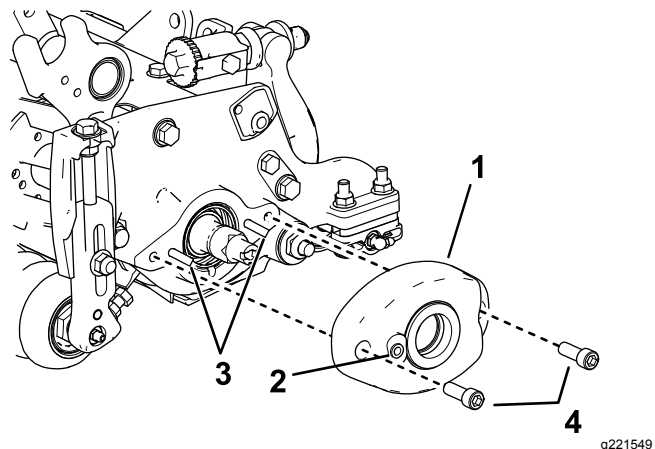
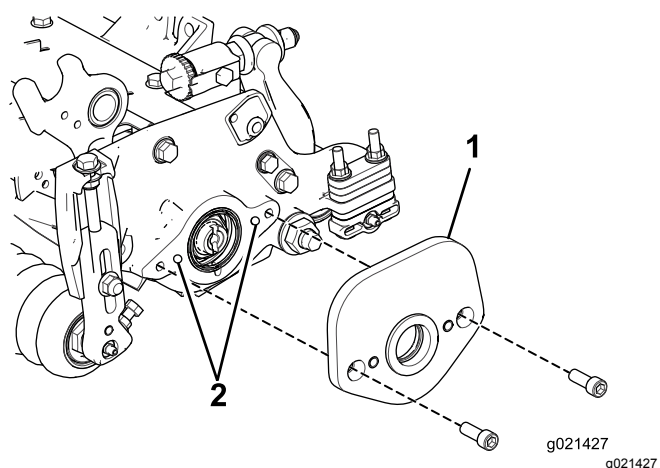

Figure 10
Figure 11
16. Fixez le carter de brosse au logement de roulement de cylindre avec 2 boulons à tête creuse hexagonale (3/8" x 1") (Figure 10 et Figure 11). Placez le carter de brosse de sorte que le joint torique soit face à l'unité de coupe.